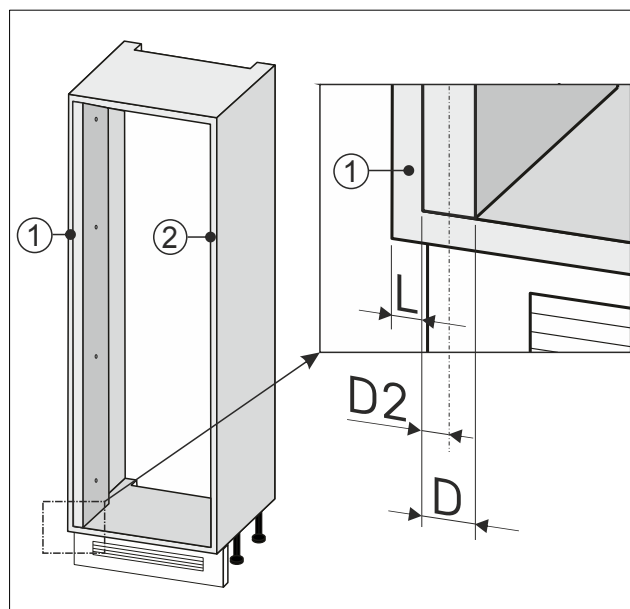

Fig. 91
- Zanotować połowę szerokości Fig. 91 (D2) elementu wyrównującego ścianę.